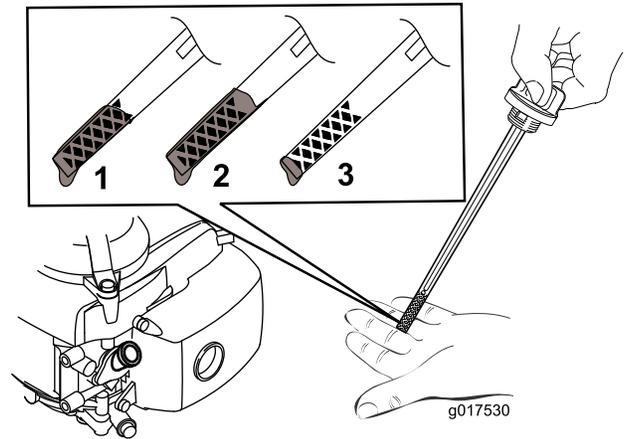

Figura 10
5. Para determinar o nível de óleo adequado na vareta, consulte Figura 10).
Nota: Encha o cárter do motor com óleo até a vareta indicar que o nível de óleo do motor está correcto, como indicado em Figura 10. Se encher demasiado o motor com óleo, retire o óleo em excesso, tal como indicado em Mudar o óleo do Motor.